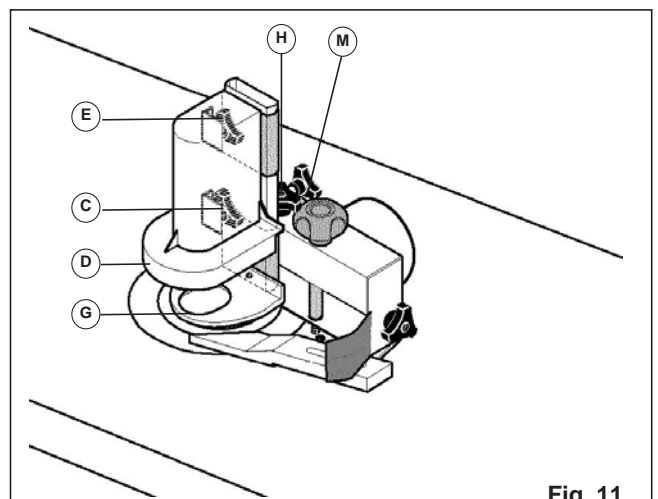
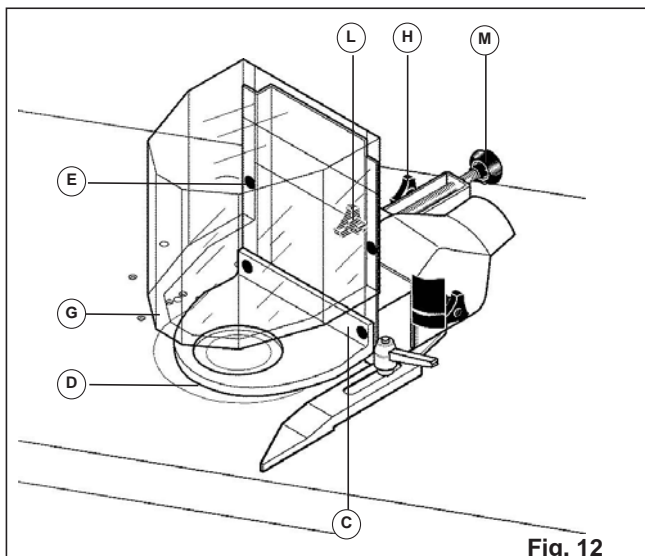

Fig. 11
Fig. 12
Version för spindlar med max. 35 mm diameter (fig. 11)
- Version för spindlar med 40 och 50 mm diameter (fig. 12)
FÖLJESTÖD - HÖJDJUSTERING (FIG. 11 – 12)
- Lossa på reglaget **C** (fig. 11) eller skruvarna **C** (fig. 12) och justera stödet **D** till önskad höjd;
PRESSARE – JUSTERING (FIG. 11 – 12)
- Lossa på reglaget **E** (fig. 11) eller skruvarna **E** (fig. 12) och justera pressaren **G** på ett sådant sätt att den det stycke som ska bearbetas utsätts för ett lätt tryck.